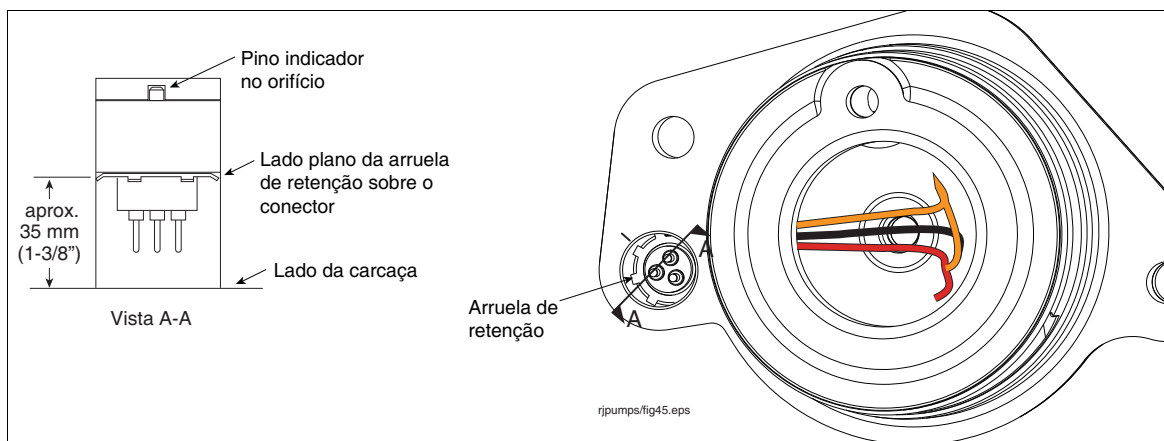

Figura 40. Profundidade correta do conector macho no soquete da carcaça
13. Passe os fios do novo conector macho pelo soquete até que saiam na abertura da base do soquete e entrem no compartimento de fios da carcaça. Puxe delicadamente os fios para o compartimento de fiação à medida que você alinha a marcação de fita adesiva no conector com a marca de caneta da superfície da carcaça. Quando tiver encaixado o conector até sua posição final no soquete, ele não irá girar se o pino orientador estiver em seu orifício correto. Usando uma régua pequena, meça a distância da face da carcaça voltada para baixo até o conector. A medida deve dar um pouco mais de 35 mm (ver Figura 40). Segure firmemente os fios para manter o conector em sua posição e insira a arruela de retenção (com os dentes protuberantes voltados para fora) forçando-a para baixo até que esteja bem firme junto ao conector. Verifique novamente a medida de 35 mm depois de instalar a arruela de retenção para confirmar que o conector esteja na profundidade correta.